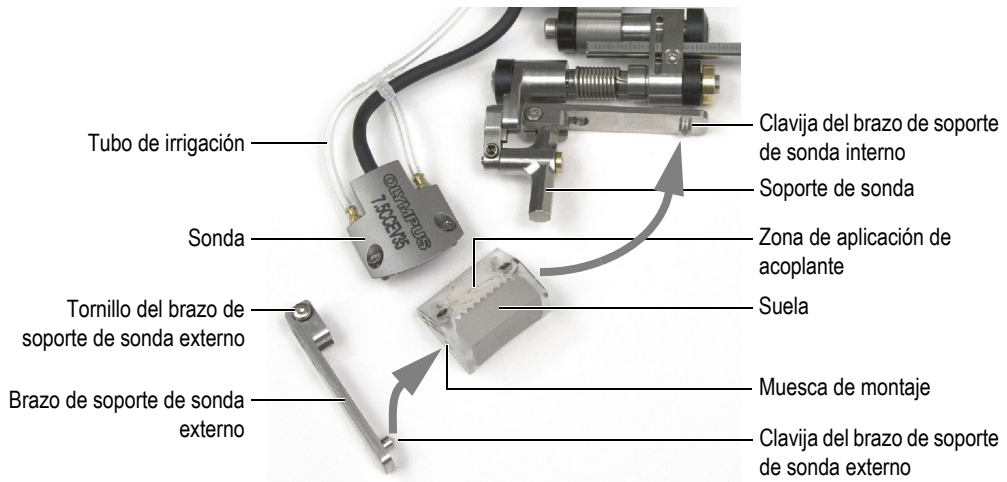

Figura 2-4 Instalación de la sonda y de la suela en el escáner
5. Introduzca la clavija del brazo interno del soporte de sonda dentro de la muesca de montaje en la suela (véase la Figura 2-4 en la página 36).